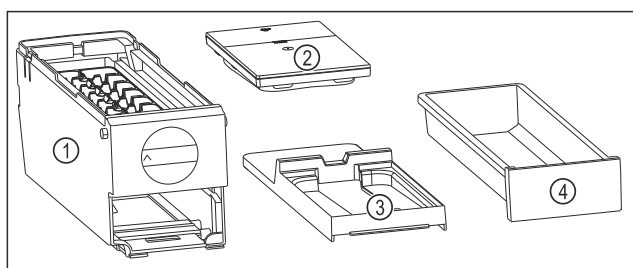

Fig. 93 Componentes del EasyTwist-Ice
- ▷ El EasyTwist-Ice está desmontado en cuatro piezas. (consulte Fig. 93)
- ▶ Desmontar el EasyTwist-Ice solo en los componentes mostrados. (consulte Fig. 93)
- ▶ Limpiar el cuerpo del EasyTwist-Ice Fig. 93 (1) en su totalidad.